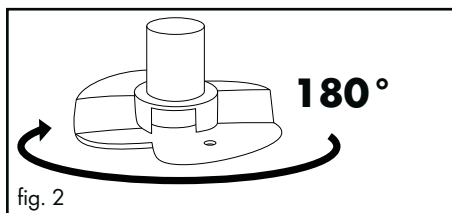
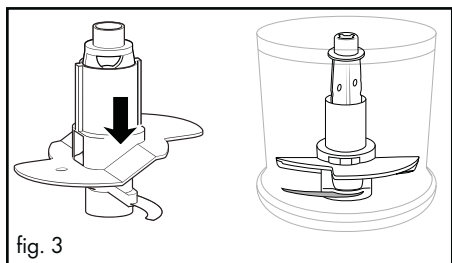

fig. 2
fig. 3
- Pentru 200 ml de frișcă rotiți paletelile **10** orizontal la 180° (fig. 2), astfel încât acestea să nu se mai sprijine decât pe un cuțit **7** și să se fixeze (fig. 3). Astfel, acestea se vor ridica prin frișcă: